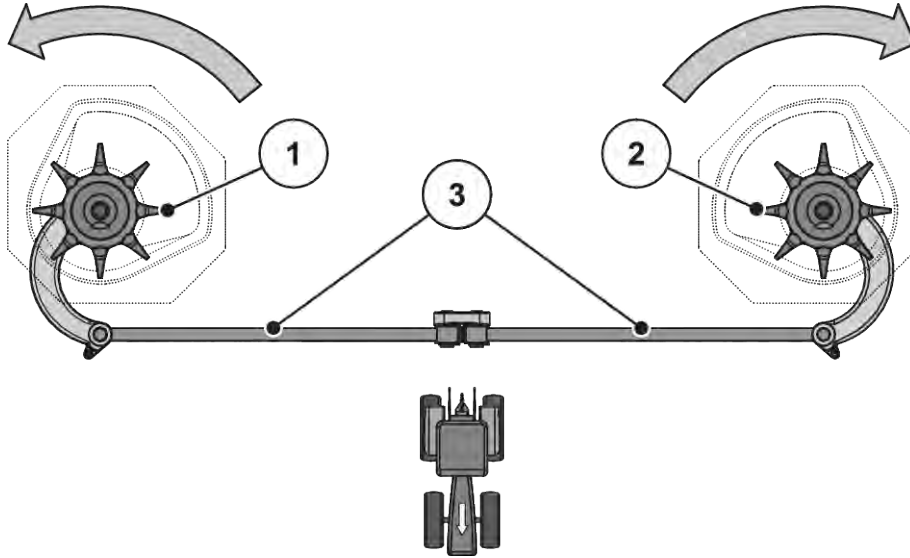

Fig. 56: Kontrollera omrörardrivningen.
- ▶ Vrid omröraren för hand i **spridartallrikens rotationsriktning**. Se Fig. 56 Kontrollera omrörardrivningen..
- ▶ Vrid omrörarhuvudet kraftigt för hand eller med hjälp av ett oljefilterband **mot spridartallrikens rotationsriktning**. Se Fig. 56 Kontrollera omrörardrivningen.